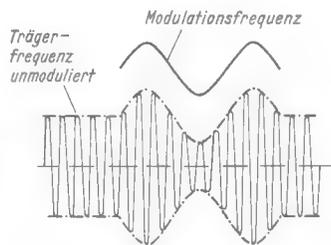
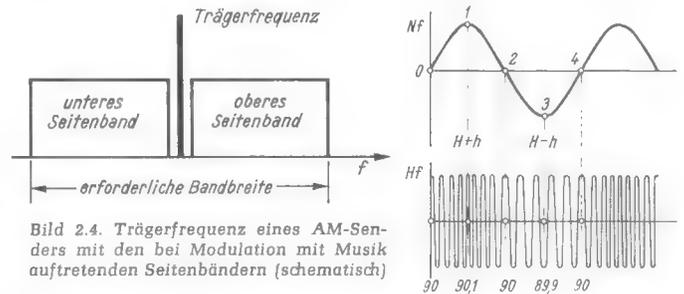

Bild 2.3. Hochfrequenz-Wellenzug, z. T. mit Amplitudenmodulation (schematisch)
Bild 2.4. Trägerfrequenz eines AM-Senders mit den bei Modulation mit Musik auftretenden Seitenbändern (schematisch)
Ursprünglich wurde beim Rundfunk nur die *Amplitudenmodulation (AM)* angewandt, bei der, wie der Name sagt und wie **Bild 2.3** schematisch zeigt, die Amplitude der Grund- oder Trägerwelle im Rhythmus der Modulationsfrequenzen vergrößert und verkleinert wird. Dabei entstehen zu beiden Seiten der an sich unverändert bleibenden Trägerfrequenz zusätzliche *Seitenfrequenzen* (einmal die Summe und dann die Differenz von Trägerfrequenz f_0 [sprich: eff-null] und Modulationsfrequenz f_m , also $f_0 + f_m$ und $f_0 - f_m$). Sobald mit mehreren Frequenzen gleichzeitig moduliert wird und, wie zumeist, die Modulationsfrequenzen dauernd wechseln (Musik), entsteht oberhalb und unterhalb der Trägerfrequenz jeweils ein ganzes Frequenzband, dessen Ausdehnung die höchste Modulationsfrequenz bestimmt (**Bild 2.4**). Beide Seitenbänder zusammen ergeben das *Frequenzband des Senders*. Die *Sollbreite* dieser Frequenzbänder (= $2 \times$ höchste Modulationsfrequenz) hat man im Mittelwellenbereich (MW) wegen der übergroßen Zahl unterzubringender Sender auf 9 kHz beschränkt, obwohl diese *Bandbreite* für eine gute Musikwiedergabe nicht ausreicht.